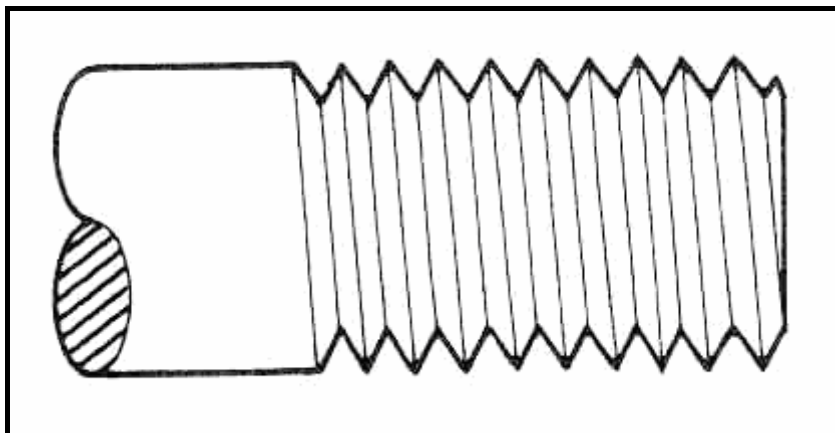

**FIGUUR 1.6**
- 1.16 Wat is die naam van die reeks katrolle met die aangehegte ketting of tou, soos in FIGUUR 1.6 getoon?